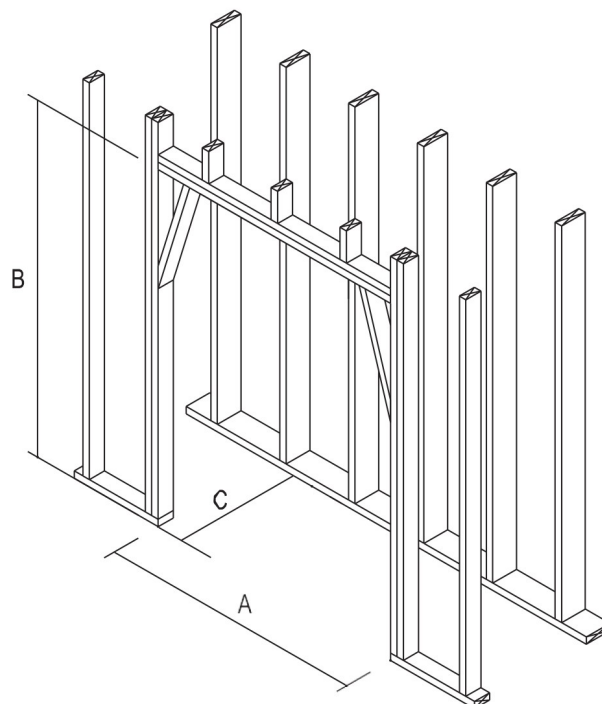

FIGURA 12
5. La medida de la profundidad "C" del marco deja la distancia requerida de 1½" en la parte posterior del hogar. La medida 26 3/4" es solo para la pared interior, la mayoría de los marcos en paredes exteriores están aisladas, aún si la pared es de 2 x 6, la espuma aplicada se expande, por lo que se permite 31" en una pared exterior. **(Figura 12).**
En la tabla de medidas está indicada la instalación de un hogar serie STANDARD en una esquina. También especifica la posición de la chimenea DM, que se debe girar 45° en caso de requerir alinearla con el marco superior (Figura 12 y 13).